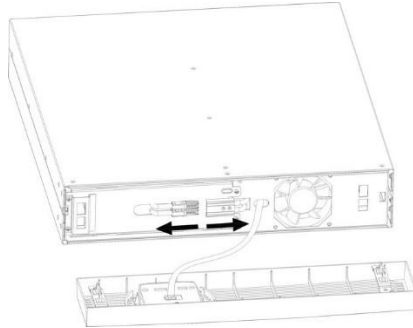

Abbildung 22: Trennen der Batterie-Steckverbindung
2. Trennen Sie die Batterie-Steckverbindung (s. Abbildung 22).